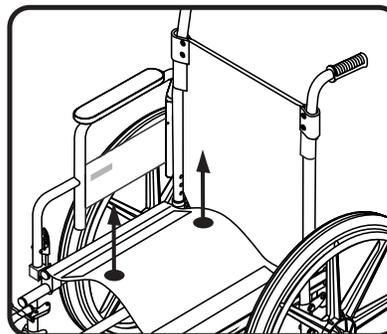

Figura 4. Chiusura della Pride Stylus.
2. Afferrare la base del sedile al centro sulla parte anteriore e su quella posteriore. Vedere figura 4.